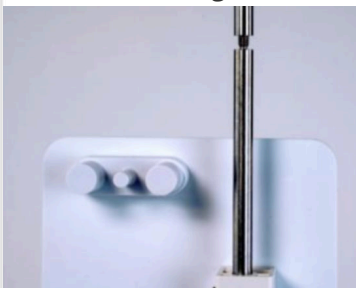

Abbildung 2
- Schraube anschließend die kleinere Stange in die größere Stange, welche davor in die Grundplatte geschraubt wurde (Abb. 2).